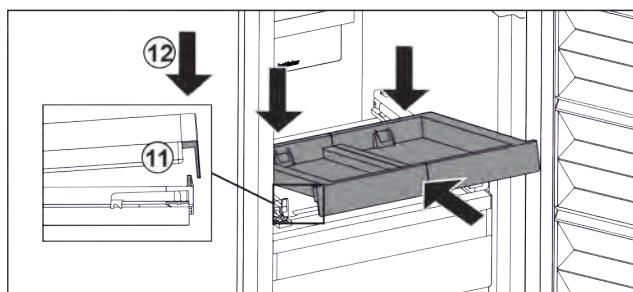

Fig. 22
- Вставьте, наклоняя вниз. Обратите внимание на то, чтобы на обеих сторонах упор был за накладкой. Fig. 22 (11)
- Снимите выдвижную панель спереди. Fig. 22 (12)